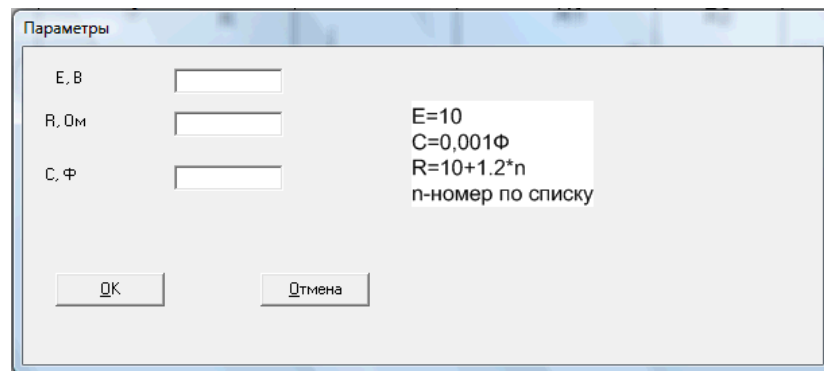

Рисунок 2– Окно ввода начальных данных
2.5. Нажать на кнопку «ОК» и получить переходную характеристику или графическую зависимость напряжения на конденсаторе от времени. По графикам определить установившееся значение напряжения и его свободную составляющую (рисунок 2).